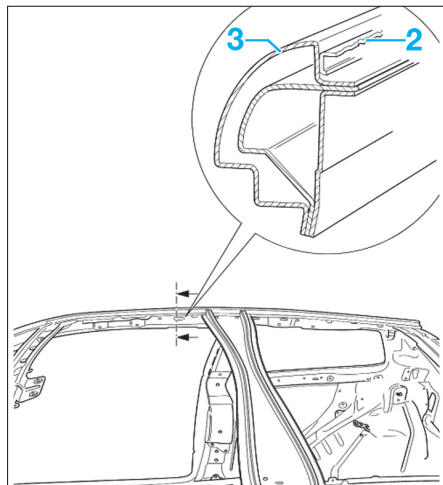

FIG. 77
- Enlever les morceaux restants (2) en prenant garde à ne pas détériorer les accostages latéraux (3) (Fig.77).